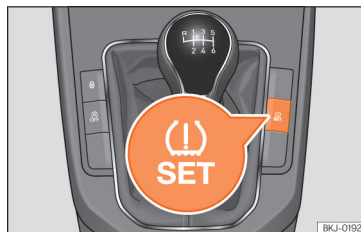

Abb. 291 Mittelkonsole: Taste für die Reifenkontrollanzeige.
- *Fahrzeuge ohne Easy Connect-System:* Halten Sie die Taste (⚠) **SET** » **Abb. 291** gedrückt, bis ein akustisches Signal ertönt.